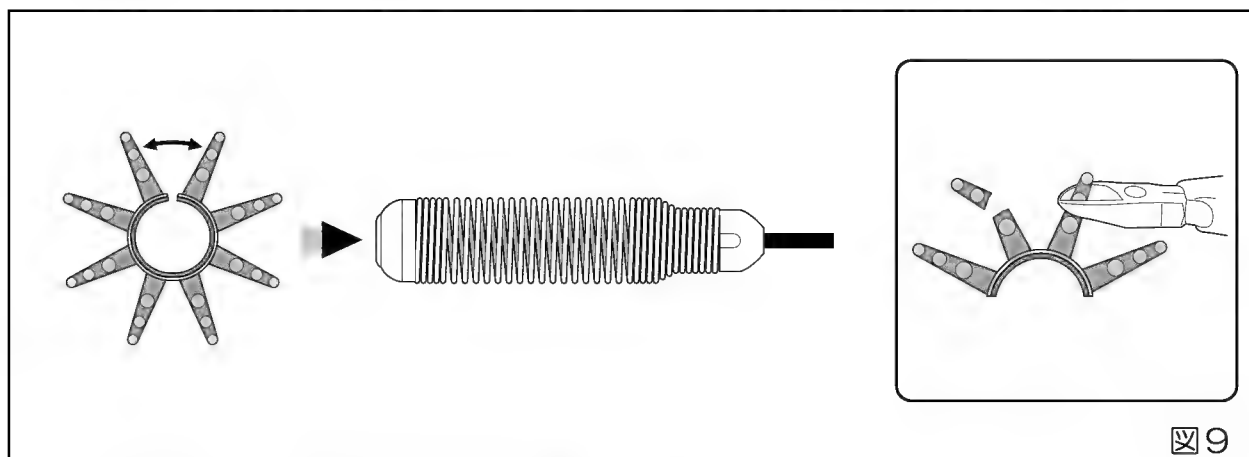

図9
- ・星形ガイドを広げながら、カメラヘッドに取り付けてください。(図9)